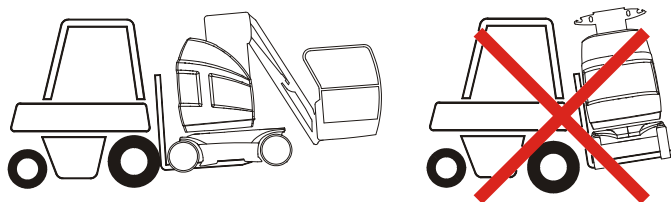

Figura 4-11. Elevar a Máquina Utilizando um Empilhador
- Empilhador como mostrado na Figura 4-11.